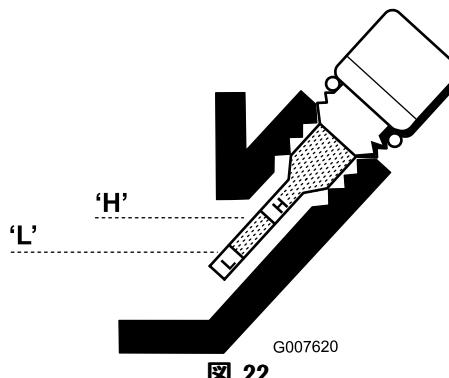

図 22
5. 不足であれば、ゲージの H と L の中間位置になるまで補給する(図 22)。入れすぎないこと。